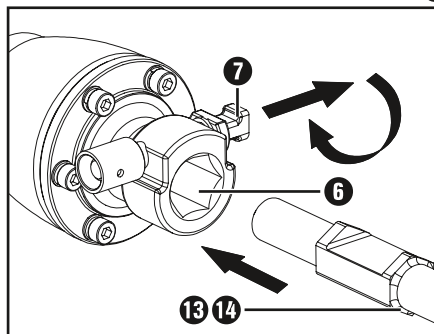

Fig. 2
- ◆ Placez le burin **13** / **14** avec la fraisure en direction du boulon de verrouillage **7**. (Voir fig. 2)